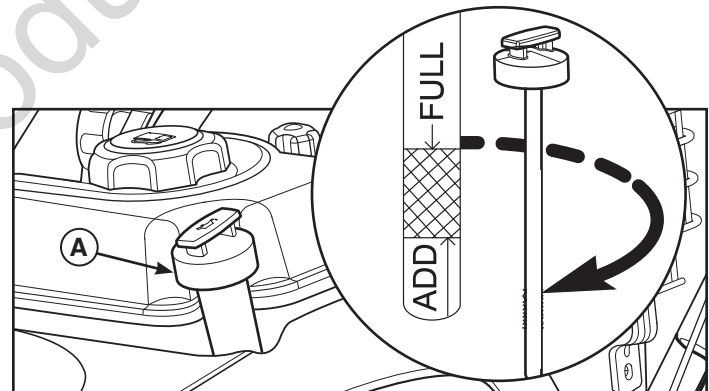

Figure 3
2. Retirez le bouchon/jauge d'huile (A, Figure 3) et essuyez avec un chiffon propre.